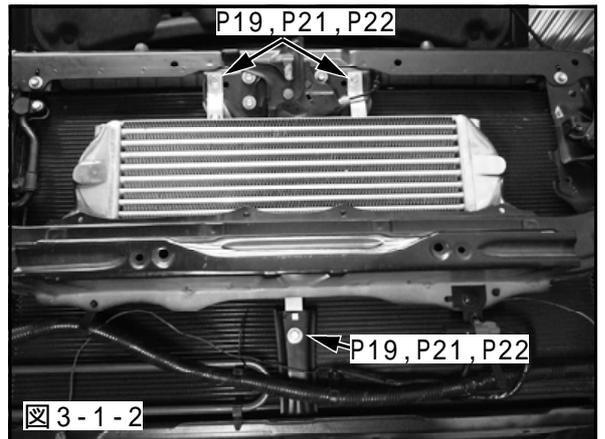

図 3-1-2
- (2) 3-1.(1)で組付けたインタークーラコアAssyをボディに仮付けしてください。(図3-1-2)